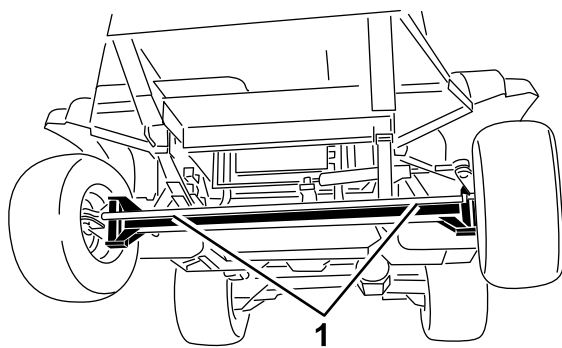
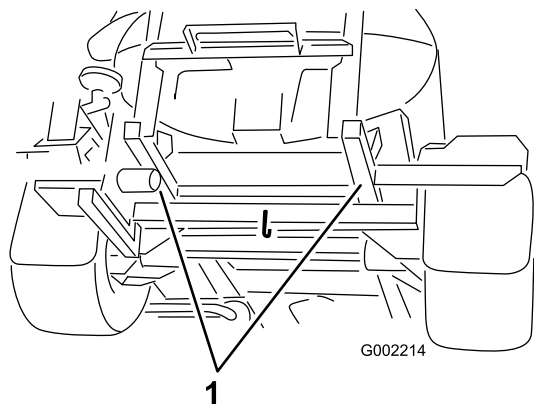

Figura 61
Figura 62
- Ate um cabo de reboque ao chassis; consulte os pontos de reboque dianteiros e traseiros (Figura 61 e Figura 62).